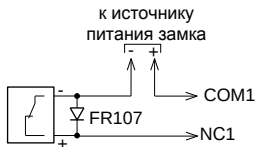

Рисунок 3 Схема подключения контроллера
4.5 **Электрический замок необходимо подключать к отдельному источнику питания.** Если в конструкции замка не предусмотрена схема подавления импульсов высокого напряжения, возникающих при коммутации питания, то необходимо параллельно обмотке замка установить диод в обратном включении (допустимый ток диода в прямом направлении должен быть не менее 1 А), диод входит в комплект поставки. На рис. 3 приведены рекомендуемые схемы подключения замков.